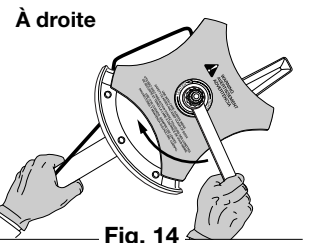

Fig. 14
2. Maintenez la tige de blocage en place en la saisissant près du bras de l'appareil (Fig. 14).
3. Tenez la tige de blocage et desserrez l'écrou de la lame en le tournant à droite avec une clé fermée ou à douille de 13 mm (Fig. 14).